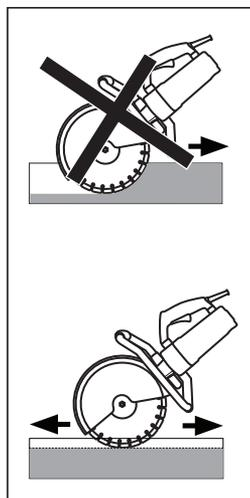

FIG. 8
- Accompagnare delicatamente la lama nel pezzo da lavorare. Il risultato del taglio sarà migliore seguendo con precisione le linee di taglio tracciate. Non eseguire tagli di profondità maggiore a 50 mm (2"). **(Fig. 8)** Qualora sia necessario eseguire un taglio di profondità maggiore di 50 mm (2"), si consiglia di effettuarlo in più passaggi.